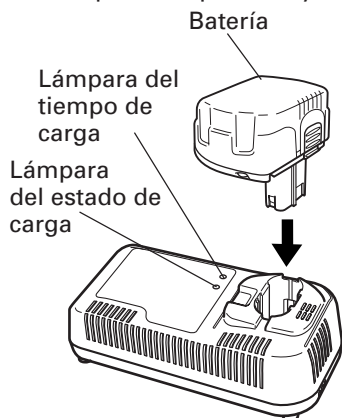

Fig. 6
2. Inserte la batería en el cargador de baterías. Inserte la batería en el cargador de baterías como se muestra en la Fig. 6. Cerciérese de que haya quedado en contacto con la base del cargador de baterías.